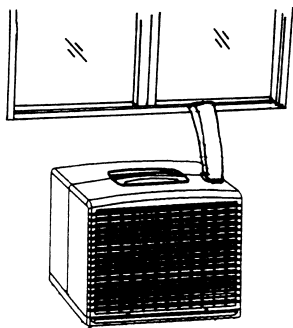
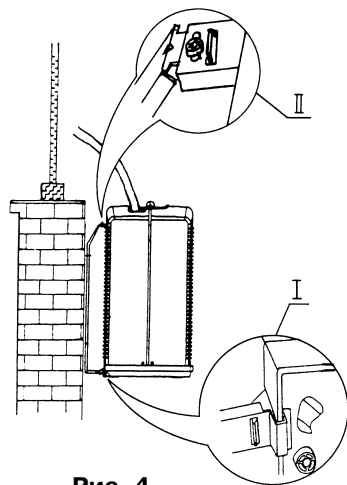

Рис. 3
Рис. 4
- (1) Откройте окно, одной или двумя руками возьмитесь за расположенную в верхней части блока ручку и вытащите блок из окна.
- (2) Установите нижний край наружного блока на крюки, расположенные в нижней части опорных кронштейнов (см. элемент 1 рисунка 4).
- (3) Закрепите наружный блок на опорных кронштейнах, вставив верхние крюки кронштейнов в квадратные отверстия в верхней части задней стороны блока и завинтив винт M4X8 из комплекта принадлежностей (см. элемент 2 рисунка 4).
- (4) Подергайте наружный блок в разные стороны, убедившись в его надежной установке и в отсутствии явной и скрытой угрозы его падения и нанесения вреда.
- (5) Рекомендуется использовать специальную веревку или трос, привязав один его конец к ручке наружного блока, а другой – закрепив на внутреннем блоке или стене.
- (6) Закройте окно (Рисунок 3) (Рисунок 4)